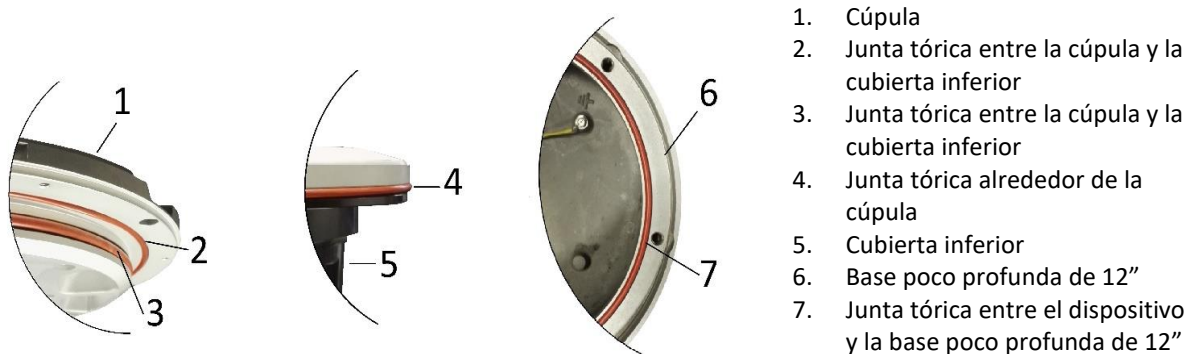

Figura 23 – Juntas del dispositivo
- dos juntas tóricas entre la cúpula y la cubierta inferior (Figura 23 - n.º 2 y 3);
- junta tórica alrededor de la cúpula (Figura 23 - n.º 3);
- junta tórica entre el dispositivo y la base poco profunda de 12" (Figura 23 - n.º 7);